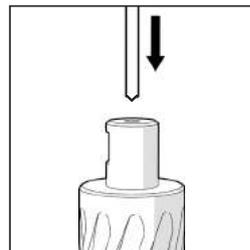

Fig. 7
- Inserte el pasador guía en el cortador asegurándose de que se desliza suavemente a través del orificio del cortador. **(Fig. 7)**